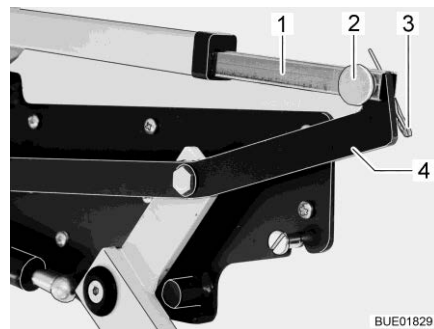

Fig. 142 Azionamento del letto basculante
- Separare il collegamento tra biella (Fig. 142,1) e leva (Fig. 142,4). A tale scopo, estrarre la copiglia (Fig. 142,3) e il perno (Fig. 142,2).